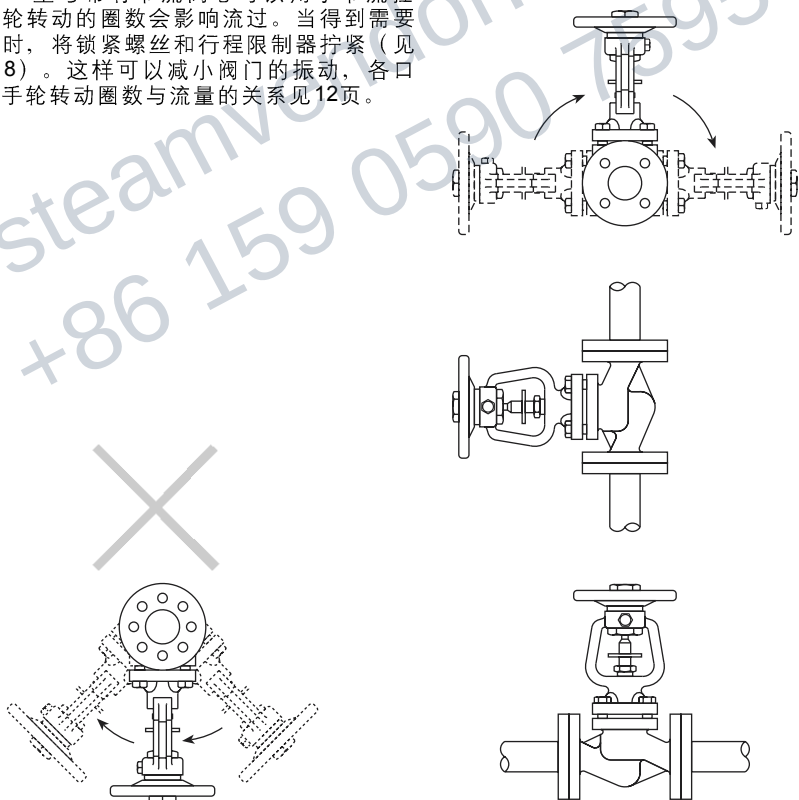

图7 错误安装
**3.3 按阀体所示箭头方向安装截止阀。**最好使阀杆处于垂直方向，阀门可安装于水平面或垂直面内。（详见11页图7）